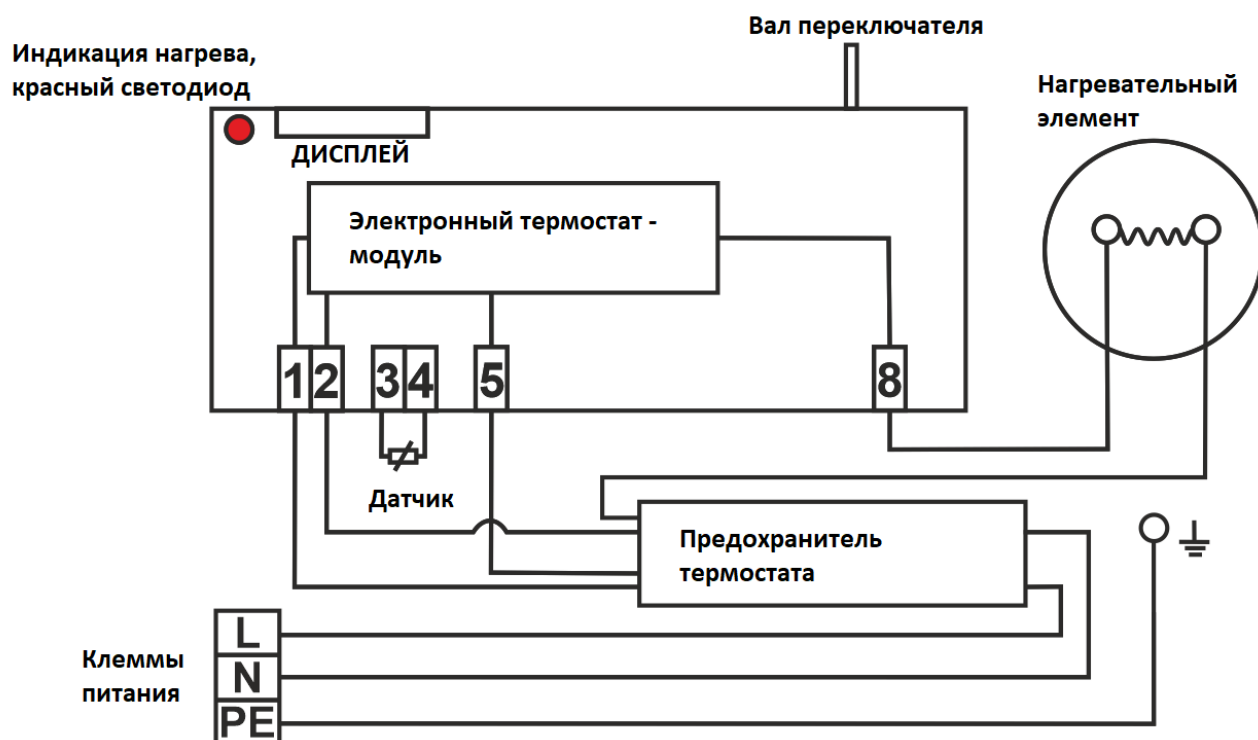

Рисунок 7
Подключение, выполненное на заводе, запрещено менять! (Рисунок 7). Степень защиты электрических компонентов водонагревателя - IP 44. Потребляемая мощность электрического нагревательного элемента 2000 Вт (OKNE ONE/E 50-120), 1100 Вт (OKNE ONE/E 30).
- Схема эл. подключения прилагается к водонагревателю на крышке электропроводки (Рисунок 7).